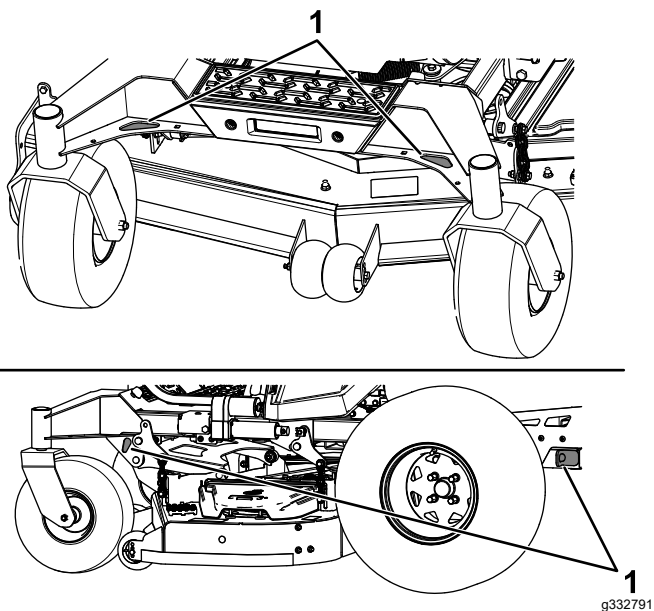

Figura 37
6. Legai maina de lângă roile pivotante faă, folosind curele, lanuri, cablu sau frânghii (Figura 37). Consultai prevederile locale referitoare la fixare.